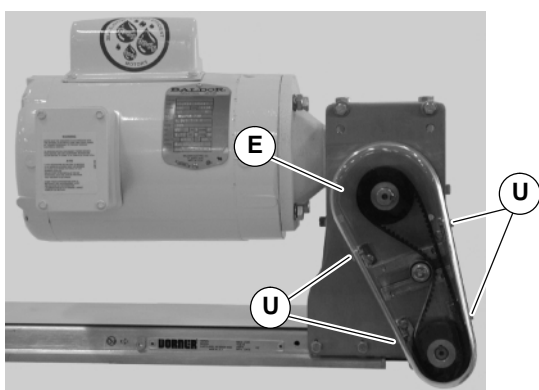

Abbildung 16
- Die vier (4) Schrauben (U von Abb. 16) lösen und die Abdeckung entfernen (E).